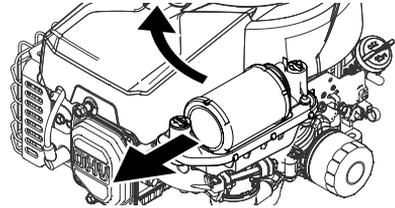

Figure 11
3. Tirez vers l'avant puis vers le haut pour enlever le filtre à air (Figure 11).